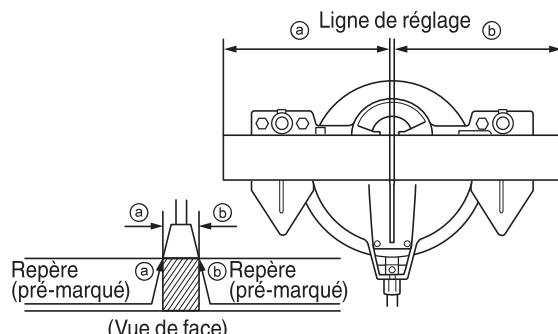

Fig. 15
- (1) Comme indiqué à la Fig. 15, la largeur de la lame est la largeur de coupe. En conséquence, glisser la pièce vers la droite (vue de la position de l'opérateur) pour obtenir la longueur ④, et sur la gauche pour obtenir la longueur ③. Tourner la DEL d'éclairage, projeter l'ombre de la lame sur la pièce, aligner le côté gauche ou droit de l'ombre de la lame sur le trait d'encre sur la pièce.
- (2) Quand la lame a atteint sa vitesse maximale, abaisser doucement la poignée jusqu'à ce que la lame approche de la pièce.
- (3) Quand la lame touche la pièce, appuyer progressivement sur la poignée pour couper la pièce.
- (4) Quand la pièce est coupée à la longueur voulue, mettre l'outil électrique hors tension et attendre que la lame soit complètement arrêtée avant de relever la poignée en position complètement rentrée.